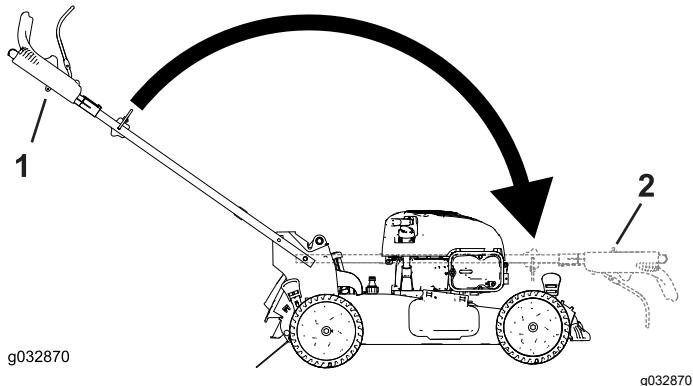

**Bild 22**
- Entfernen Sie die zwei Holmhandräder und zwei Schlossschrauben von den Holmhalterungen (Bild 22).